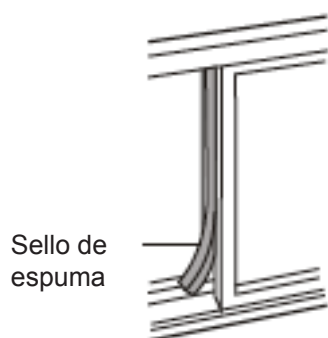

Fig. 11
5. Corte la longitud necesaria de sello de espuma y selle la abertura entre el marco superior y exterior de la ventana. Como se muestra en la Fig. 11.